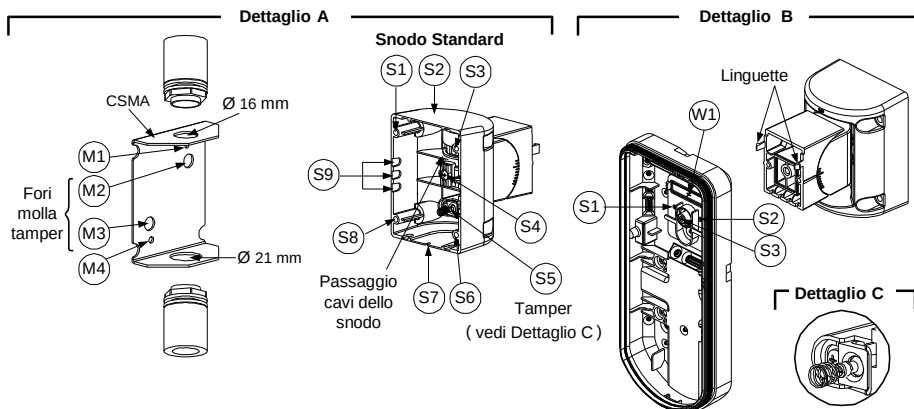

Figura 7
3. Aprire i fori a sfondare della base esterna (Figura 7, Dettaglio B)
4. Sullo snodo aprire le predisposizioni per il passaggio cavi S2, S7 o S9 (Figura 7, Dettaglio A).
5. Rimuovere il tamper antirimozione dalla base interna (consultare paragrafo "Modifica della posizione del tamper antirimozione") e collegarlo a S5 (Figura 7, Dettaglio A) sullo snodo standard.
- a. Inserire il cavo esterno attraverso le predisposizioni S2, S7 o S9 (incluso i cavi del tamper) ed estrarlo facendolo passare attraverso il passaggio cavi dello snodo (Figura 7, Dettaglio B).
(utilizzare l'adattatore metallico per tubo elettrico - CSMA, Figura 7, Dettaglio A)
- d. Inserire i cavi esterni e i cavi del tamper che arrivano dal tubo elettrico facendoli passare tramite il passaggio cavi dello snodo (Figura 7, Dettaglio A).
La molla del tamper S5 (Figura 7) deve essere a contatto della parete tramite gli appositi fori M2 o M3 del CSMA. Assicurarsi di sentire il "Click" dell'interruttore tamper fissando il dispositivo alla parete.
7. Inserire i cavi del tamper e i cavi esterni che arrivano dallo snodo standard facendoli passare tramite la predisposizione W1 della base esterna (Figura 7, Dettaglio B).